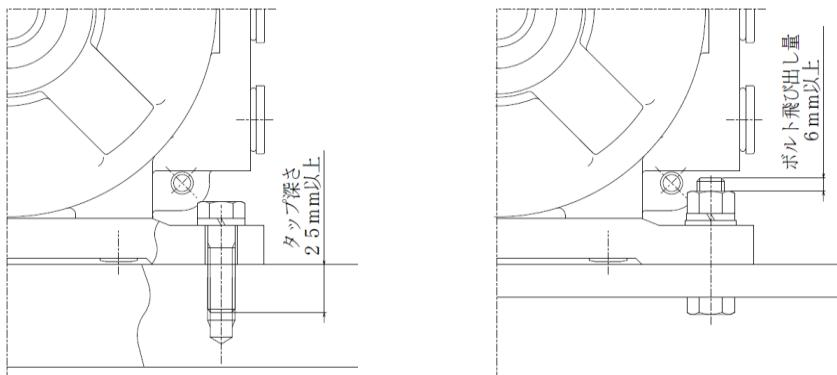

図3：固定方法
(2) ボルト&ナットで固定する場合は、図3のようにナット側にボルトの先端が6mm程度出る長さのボルトを使用してください。又、ベース面にタップ穴加工をして取付ける場合、図3のようにタップ深さは25mm以上必要です。